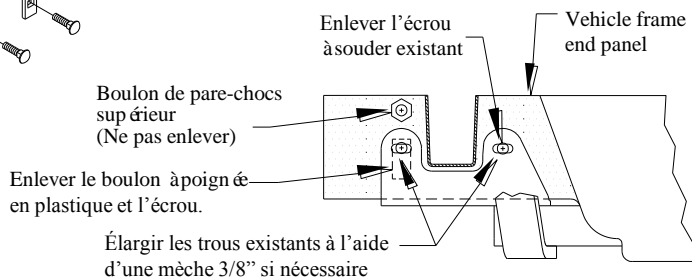

Figure 2
3. Retirer l'écrou à souder existant du panneau d'extrémité sur la face intérieure du longeron de châssis (voir figure 2).